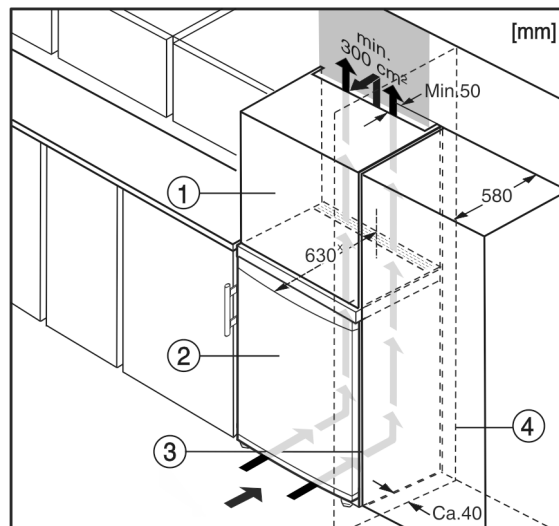

Fig. 10
- (1) Viseći ormar*
- (2) Uređaj*
- (3) Kuhinjski ormar*
- (4) Zid*
Uređaj se može adaptirati za ugradnju u kuhinjske ormare. Kako biste uređaj Fig. 10 (2) prilagodili visini kuhinjskog namještaja, iznad uređaja možete postaviti viseći ormar Fig. 10 (1).
Kod adaptacije s kuhinjskim ormarima (dubina maks. 580 mm) uređaj se može postaviti izravno uz kuhinjski ormar Fig. 10 (3). Uređaj stoji bočno 34 mm * i u sredini uređaja 50 mm * nasuprot pročelju kuhinjskog ormara.*
Kada se uređaj postavlja s okovima pored zida Fig. 10 (4), razmak između uređaja i zida mora iznositi najmanje 40 mm. To odgovara stajanju ručice kod otvorenih vrata.*